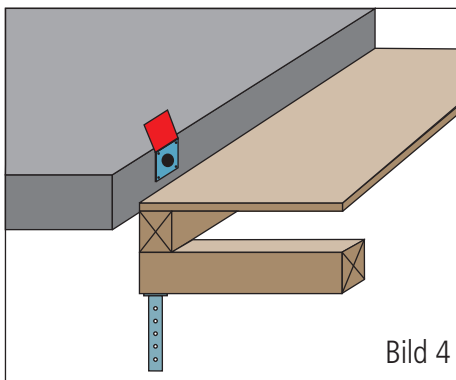

Bild 4
6. Entfernen der Stirnschalung (Bild 4).